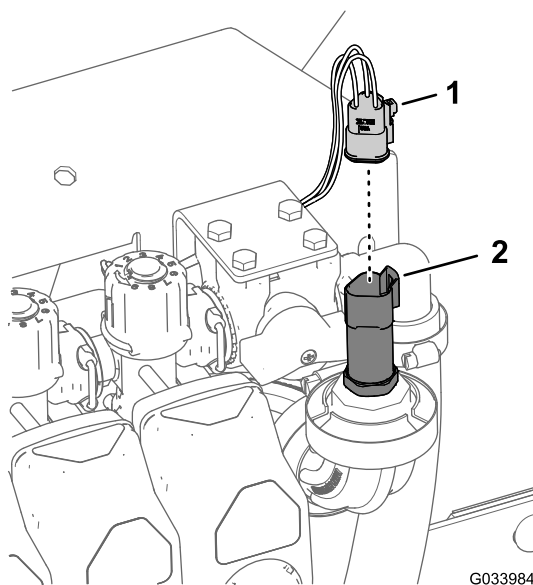

Figura 25
1. Desconecte el conector hembra de 3 vías del transductor de presión (Figura 25).